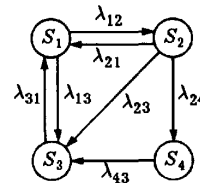

Рис. 5.13
**5.13.** Граф состояний системы представлен на рис. 5.13. Запишите систему линейных алгебраических уравнений для предельных вероятностей состояний.